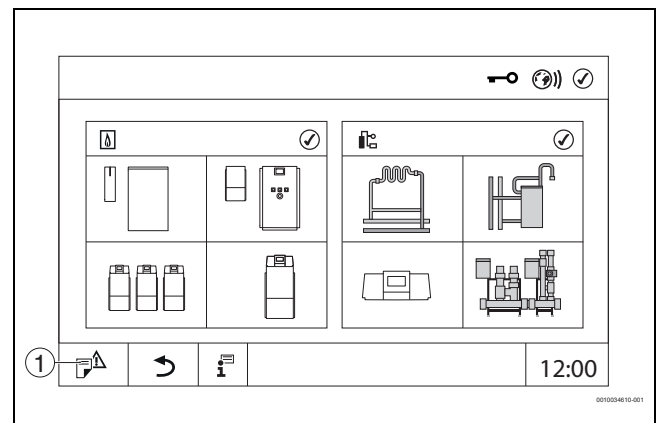

Bild 17 Servicemenü aufrufen (Beispiel)
- ▶ Symbol (→ Bild 17, [1]) ca. 5 Sekunden gedrückt halten.